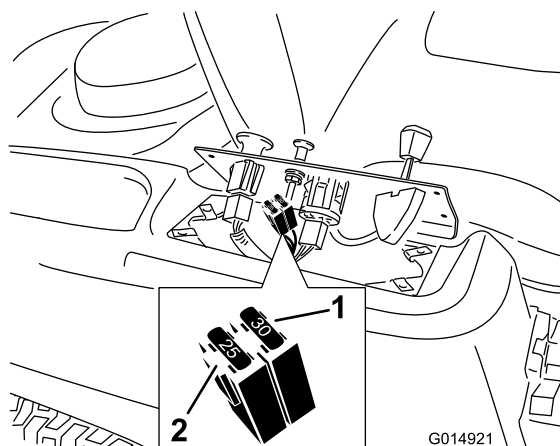

Figure 43
2. Soulevez le panneau de commande pour accéder au faisceau de câblage principal et au porte-fusibles (Figure 43).
3. Pour remplacer un fusible, tirez dessus pour l'enlever (Figure 43).